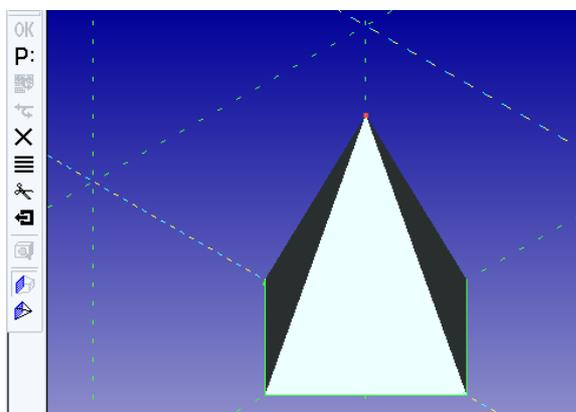

Рисунок 5. Результат операции «линейчатая».
Нажав кнопку показать рендеринг увидим изображение пирамиды (рис. 5).
1. Создать параметрический чертеж аналогично рис. 5, 8 в соответствии с выданным заданием (см. Приложение 2).